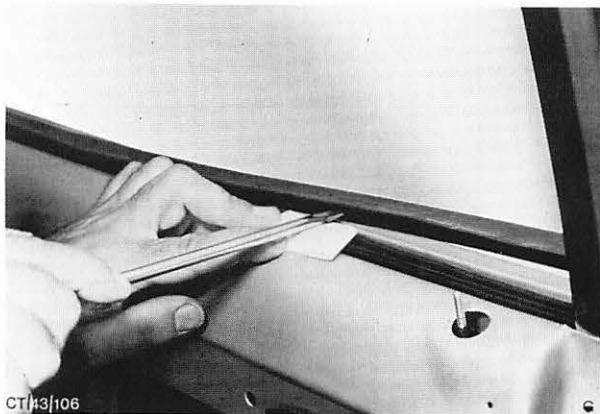

Abb. 2 Abdrücken der Dichtstreifen vom Türschacht
3. Inneren und äußeren Dichtstreifen des Türschachtes abbauen. Abb. 2.